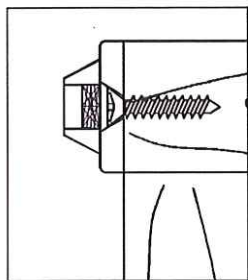

Figure 1
Utilisez un foret de 3/32po pour percer des avant-trous dans le meuble aux « emplacements des vis ». Utilisez les DEUX (2) vis courtes pour fixer le support du meuble. Ce support peut être installé à la verticale ou à l'horizontale, au besoin (voir la Figure 1).